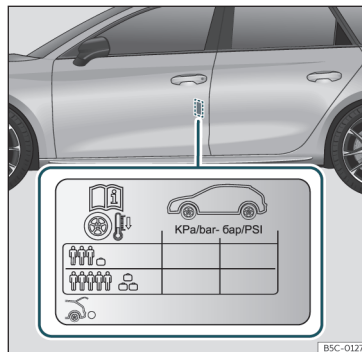

Abb. 212 Einbauort des Aufklebers für den Reifendruck.
- Passen Sie bei größerer Zuladung den Reifendruck entsprechend an»»» **Abb. 212**.
Die Angaben zum Reifendruck befinden sich auf einem Aufkleber an der B-Säule der Fahrertür »» **Abb. 212**.
Der Reifendruck muss der aktuellen Fahrzeugbeladung angepasst werden. Wenn das Fahrzeug voll beladen werden soll, muss der Reifenfülldruck entsprechend dem auf dem Reifenfülldruck-Aufkleber »» **Abb. 212** angegebenen maximalen Wert erhöht werden.
Aufkleber mit den Reifendruckwerten »» **Abb. 212**.
- Der Fahrer ist verantwortlich für den richtigen Reifenfülldruck an allen Reifen am Fahrzeug. Der empfohlene Reifenfülldruck befindet sich auf einem Aufkleber »» **Abb. 212**.
- Immer den richtigen Reifenfülldruck am kalten Reifen einhalten, wie auf dem Aufkleber angegeben »» **Abb. 212**.